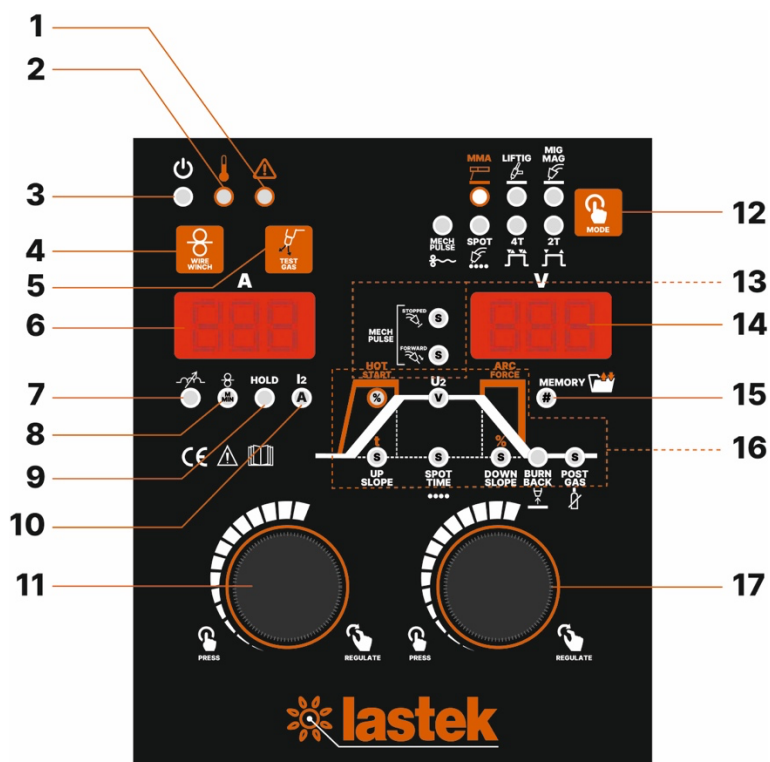

Fig. 1
- Draai de borgmoer (1 - Fig.2) los om de draadspool op de draadspoolhouder (4-fig.1) te plaatsen.